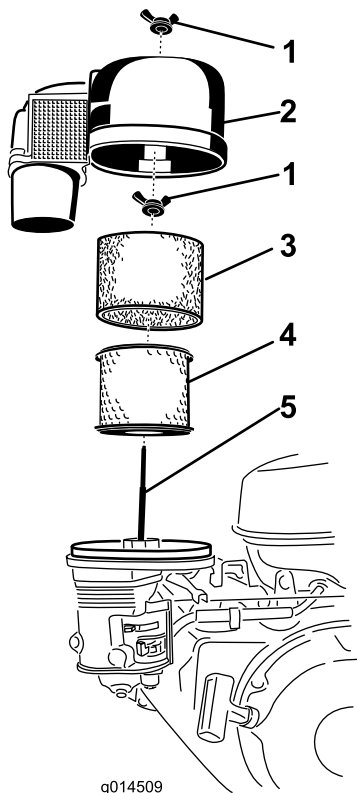

Figura 13
3. Retire la tuerca de orejeta, y retire la tapa del limpiador de aire con la cubierta del filtro de aire (Figura 13).
4. Retire el elemento de espuma (Figura 13).
5. Retire la tuerca de orejeta de la parte superior del elemento de papel y retire el elemento de papel (Figura 13).